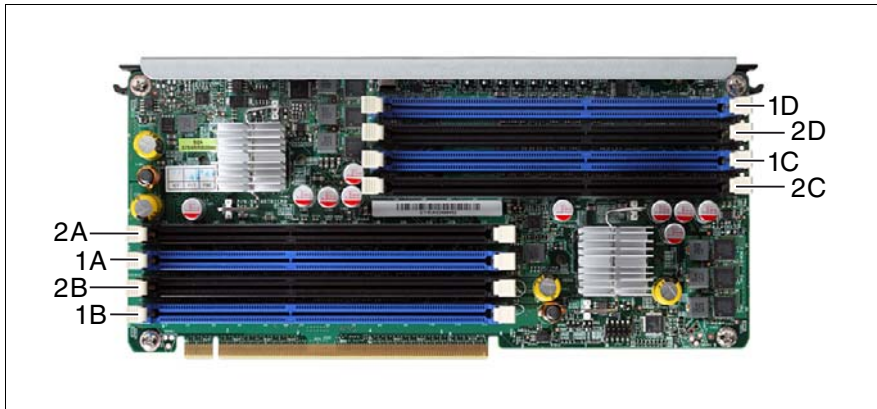

図 5: メモリボードの DIMM スロットの割り当て
スロットの割り当ては、図 5を参照してください。
- ▶ 26 ページ の図 5 に記載されている取り付けの規則およびスロットの割り当てに従って、スロットの位置を確認します。